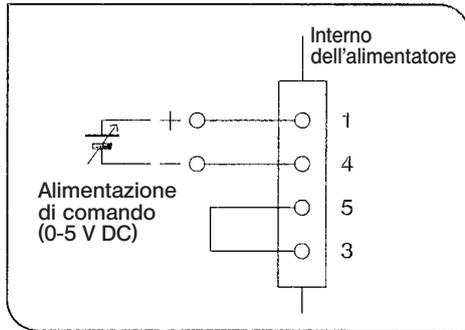

Fig. 5
(Fig. 5)
1. Collegare un alimentatore in CC come illustrato in Fig. 5 con l'alimentatore spento.
2. Posizionare l'interruttore su « I » (ON).